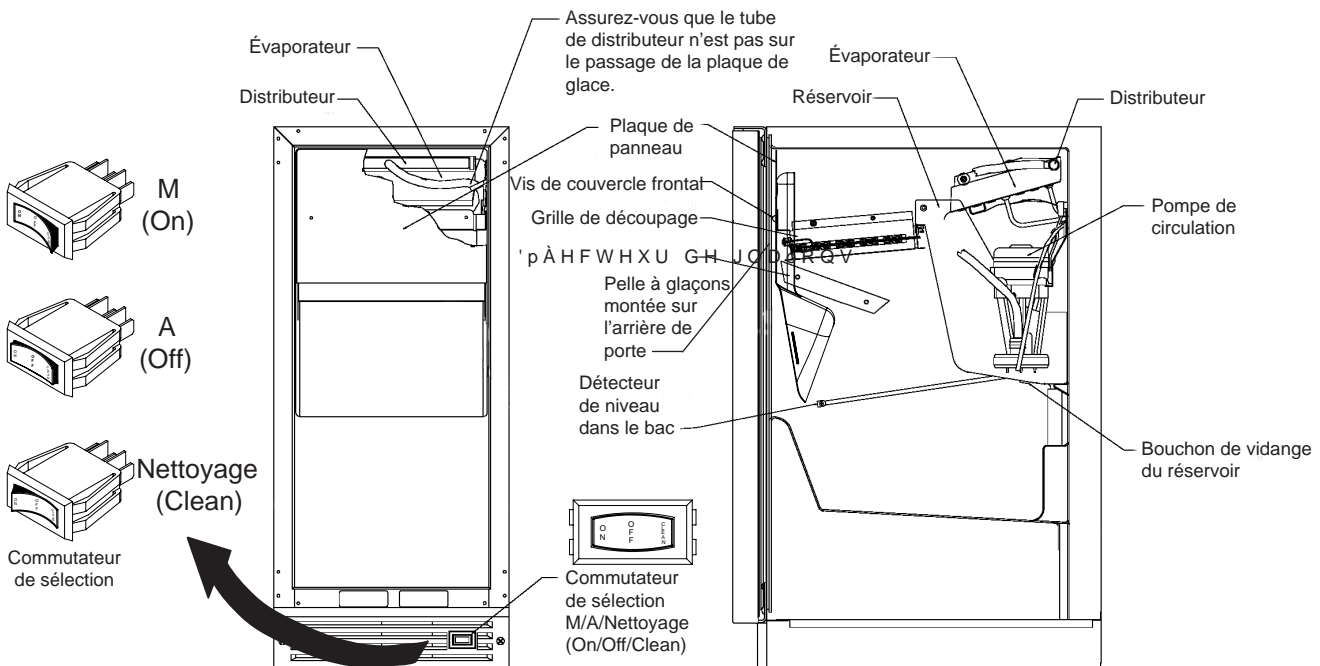

Figure 15
Une fois que les liaisons de drainage et d'alimentation en eau sont réalisées, et que la machine à glaçons est en place et mise de niveau, branchez son cordon d'alimentation. Passez ce commutateur en position de marche (ON) pour démarrer la machine à glaçons. L'interrupteur est placé sur la grille frontale, consultez la Figure 15 pour situer cet emplacement.